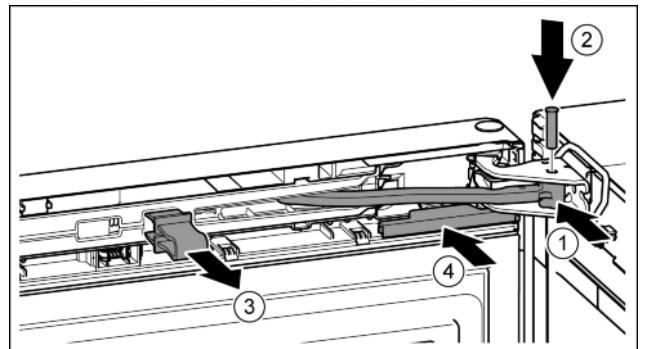

Fig. 22
- ▶ Поверніть шарнір в опорному кронштейні. Fig. 22 (1)
- ▶ Встановіть гвинт в опорний кронштейн та шарнір. При цьому виступ фіксатора повинен займати правильне положення в пазу. Fig. 22 (2)
- ▶ Зніміть запобіжник. Fig. 22 (3)
- ▶ Насуньте кришку. Fig. 22 (4)